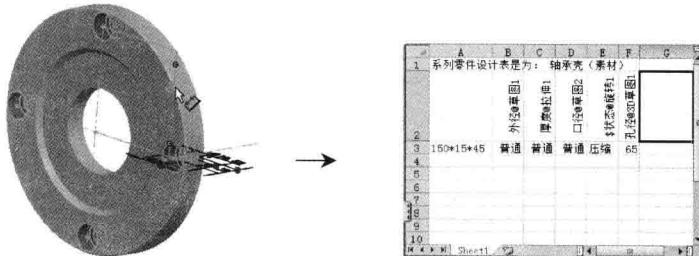

图 1-19 选择未加入的尺寸操作
STEP 6 再接着双击上面操作中未添加的需要在表格中进行设置的尺寸项——“孔径”，将其添加到表格中，如图1-19所示。